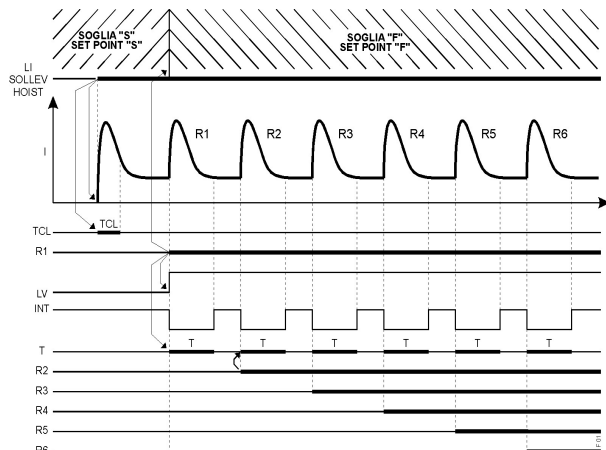
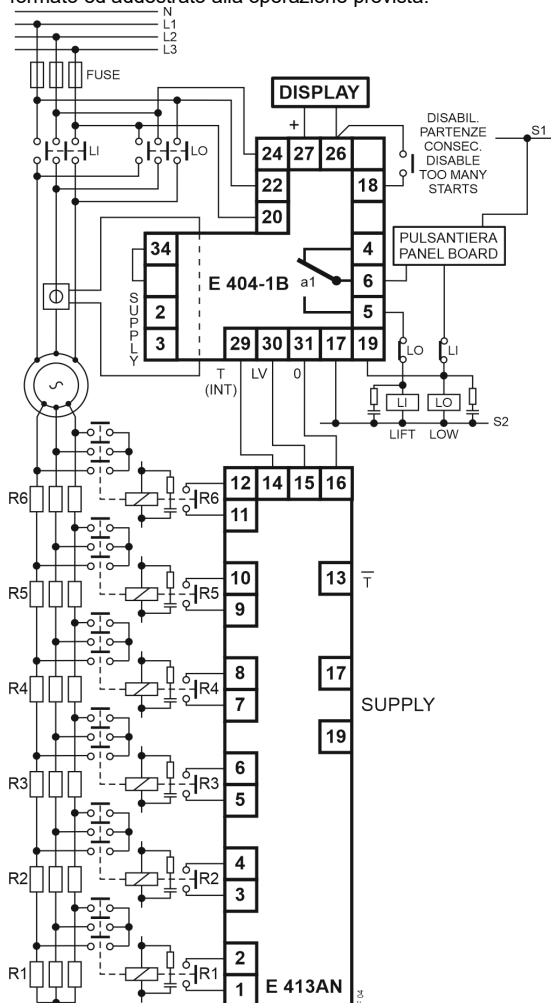

Fig. 1
Fig. 4
La soglia "S" è attiva durante la prima fase del sollevamento fino alla disinserzione del 1° gruppo di resistenze (R1) (escluso per il tempo TCL) (fig.1).
The set point "S" is operative during the first hoisting phase up to the first groups of resistances goes out (R1) (except during the time TCL) (fig. 1)
Tempo di cecità ripetitivo ad ogni disinserizione di un gruppo di resistenze (fig.1) (0,1÷2sec) regolabile a cacciavite su E 413AN. Se il disinserimento di un gruppo di resistenze avviene nel corso di T, esso viene ignorato (non si avrà quindi la generazione del T corrispondente).
Il dispositivo sarà collegato come da schema di fig.4, per cui il motore partirà sempre in LENTA con le resistenze inserite. Alla partenza si ha la situazione di fig.1. Durante il TCL non
The device is connected according to the scheme fig. 4, and the motor will always start from the SLOW condition with the resistances on.. At the start, the condition is as per fig.1. During TCL no ALARM can take place. At the end of
Gli ingressi 31 (0V), 30 (L-V) e 29 (T) devono essere collegati alle rispettive uscite dell'E 413AN (v. Fig. 4).
I 6 ingressi dell'interfaccia E413AN (pin 1-2, 3-4, ecc) sono disaccoppiati otticamente dal resto della LOGICA e sono comandati da un contatto dei teleruttori che escludono le resistenze (v. fig. 4)-Corrente d'ingresso 4mA DC.
The wirings are as per fig 4 and caring that the CURRENT phase is connected to the pin 24. The device is connected to the three phase voltage, even when the motor does not work. Maximum section of the braid wires 2,5 mm², full wire 4 mm². (Wiring to an electrical board with a differential relay and sectionalizing switch). The length of every wiring of E 401-1B must be less than 30 m.
The inputs 31 (0V), 30 (L-V) e 29 (T) must be connected to the correspondent outputs of E 413AN (see Fig. 4.)
The 6 inputs of the interface E 413AN (pins 1-2, 3-4, etc) are optically decoupled from the remaining logic and they are activated by a contact of the contactors excluding the resistances (see fig. 4) - Input current 4mA DC.
Example: application for an asynchronous slip ring motor and up to 6 resistance steps. (Fig. 4)
Può controllare con un unico modello, potenze da 1,5 kW a 21 kW - inserzione diretta. Per potenze superiori a 21 kW (40A), si dovrà ricorrere all'uso di TA esterni ../5 (fig.4).
One model only can monitor powers ranging from 1,5 kW to 21 kW-direct insertion. For motor with powers higher than 21 kW (40A) external CT....../5 have to be applied. (fig. 4). The device E 404-1-B+E 413A is installed inside the electric panel and it is not provided with mechanical components; so far it can be applied also on existing plants.